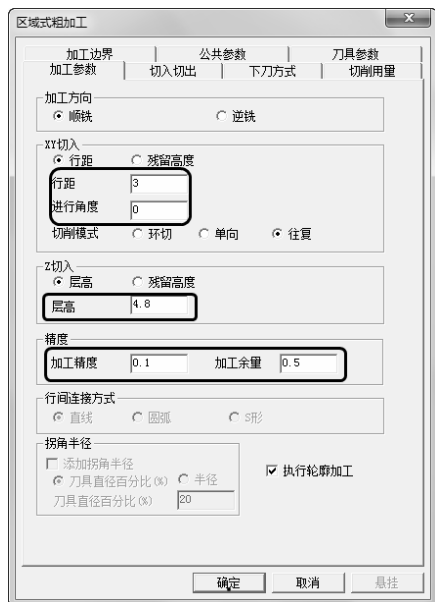

图 2-48 “加工参数”选项卡
1) 单击“加工参数”选项卡，设置“加工方向”为“顺铣”，“XY 切入”为“行距”，“切削模式”为“往复”，“Z 切入”为“层高”，勾选“执行轮廓加工”。具体“行距”、“进行角度”、“层高”、“加工精度”、“加工余量”参数数值如图 2-48 所示。